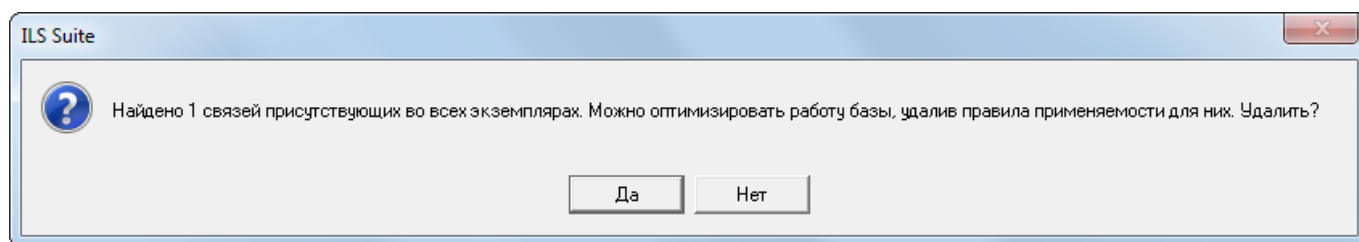

Рис. 13-109 – Информационное сообщение
- 2) В открывшемся диалоговом окне выводится число найденных связей, присутствующих во всех экземплярах (рис. 13-109).